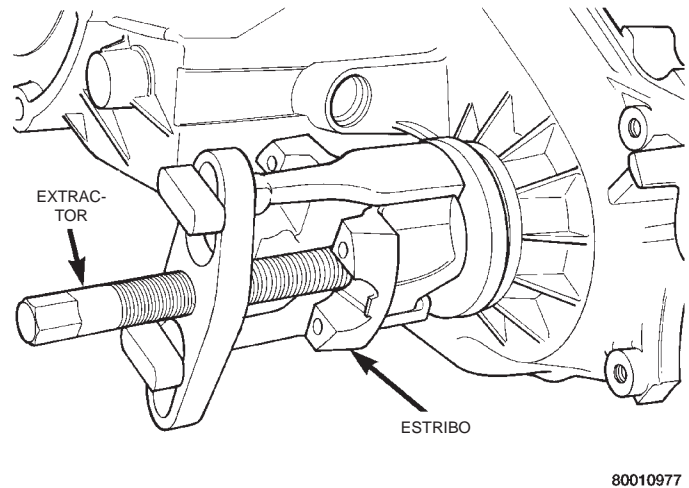

Fig. 16 Desmontaje del estribo
(3) Retire el estribo. Si es difícil desmontar el estribo con la mano, retírelo con un hendedor de cojinetes o con un extractor convencional de dos mandíbulas (Fig. 16). Asegúrese de que el extractor se coloque sobre el estribo y no sobre el deflector ya que éste se dañará.